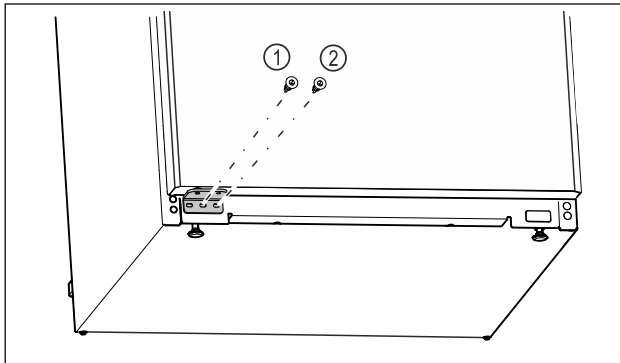

Fig. 21
- Kierrä laakerijalustan Fig. 21 (1) keskimäinen ruuvi kiinni Torx 20 -ruuvimeisselillä.
- Kierrä laakerijalustan Fig. 21 (2) sisempi ruuvi kiinni Torx 20 -ruuvimeisselillä.